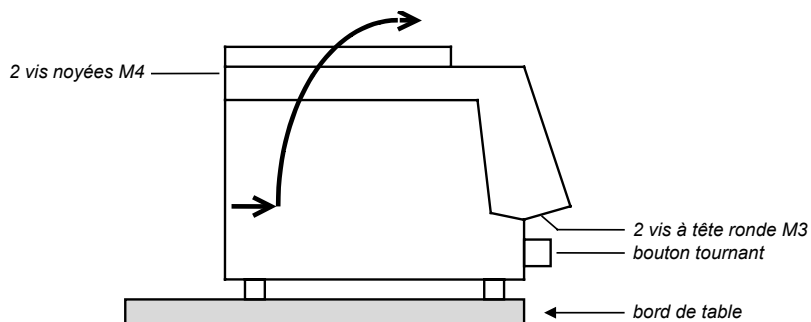

Fig. 7
- Positionner l'appareil au-dessus du bord de la table de façon à pouvoir dévisser les vis M3 (Fig. 7)